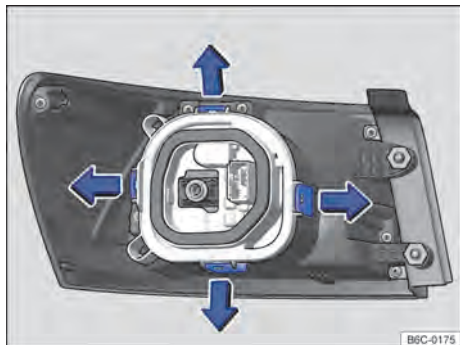

Fig. 133 Lanterna traseira: desinstalar o suporte das lâmpadas
9. Para destravar o suporte das lâmpadas, pressionar cada lingueta de travamento → Fig. 133 no sentido das setas.
15. Instalar o suporte das lâmpadas na lanterna traseira. As linguetas de travamento → Fig. 133 devem encaixar de forma audível.